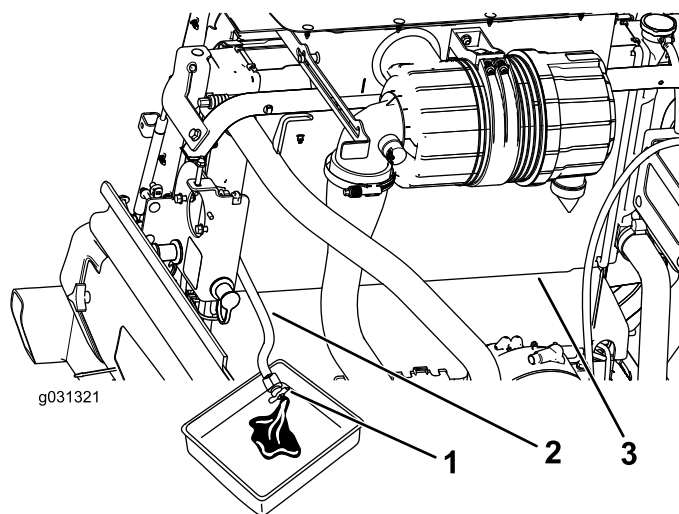

Figura 111
3. Con il flessibile di spurgo del radiatore posizionato in una bacinella, aprite la valvola di spurgo sul flessibile del radiatore e spurgate il fluido in una bacinella (Figura 111).